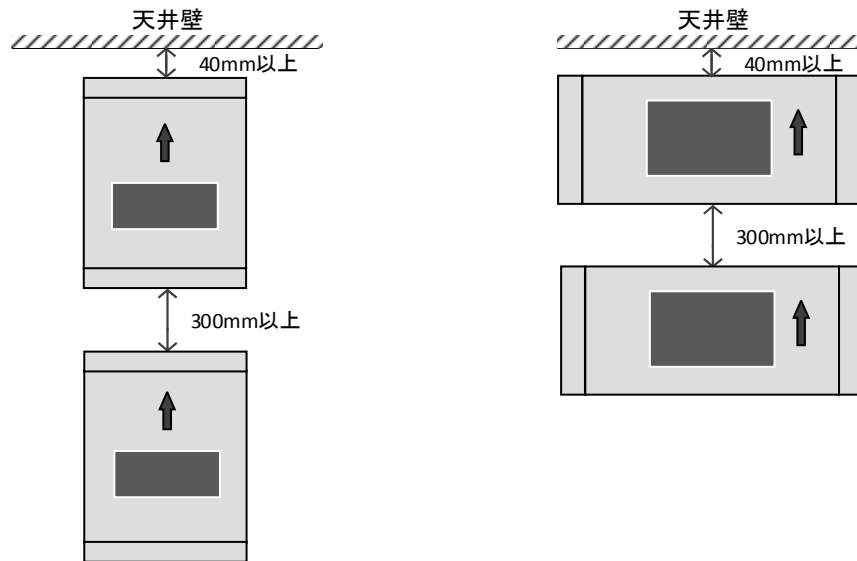

図 30. 電源部取付時の注意事項
- (1) 電源部は本体に表示されている矢印を上向きにして取り付けて下さい (図 30)。
- (2) 天井壁からは放熱のため 40mm 以上離して取り付けて下さい (図 30)。電源部の周囲に熱がこもることにより、電源部の周囲温度が 40°C を越え期待寿命 (20 年以上) が短くなる可能性があります。
- (3) 電源部を矢印方向に重ねて配置しないで下さい。やむをえず重ねて配置する場合は、300mm 以上離して配置して下さい (図 30)。電源部の周囲に熱がこもることにより、電源部の周囲温度が 40°C を越え期待寿命 (20 年以上) が短くなる可能性があります。
- (4) 故障選択装置は振動が少なく、操作性の良いところに取り付けて下さい。